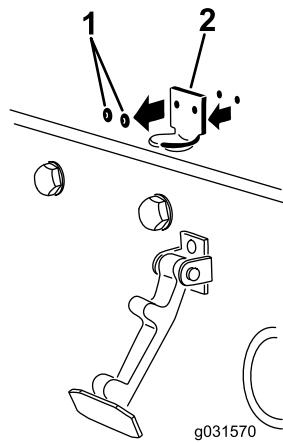

Figura 5
2. Retire os 2 rebites que prendem o suporte do trinco ao capot (Figura 5).